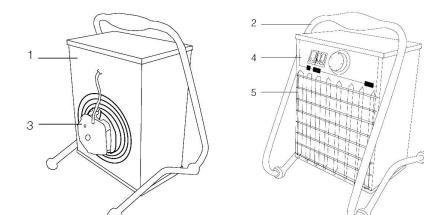

Рис. 1
Несущая конструкция тепловентилятора (см. рис.1) состоит из корпуса (1) и подставки – ручки (2). Вентилятор (3) расположен в задней части тепловентилятора. Блок управления смонтирован на шасси, расположенным в верхней части корпуса под крышкой. Органы управления вынесены на панель шасси (4). Внутри корпуса расположены трубчатые